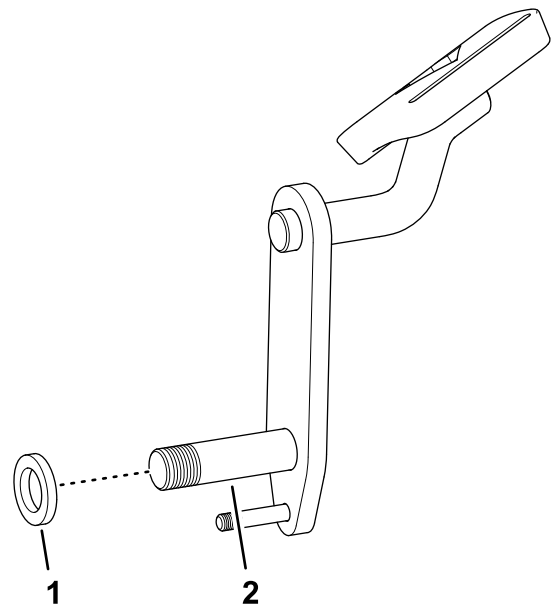

Bild 10
7. Befestigen Sie das Distanzstück (5/8" x 1-1/16") über der Gelenkwelle des Feststellpedals (Bild 10).